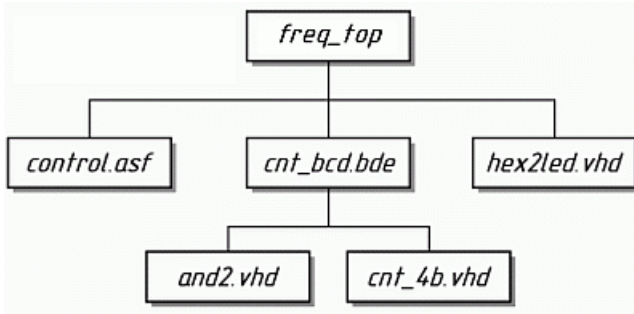

Рисунок 1.1 – Ієрархічна організація опису частотоміру
- вимірювальний блок **freq_top**, що містить вищезазначені елементи (рис.1.1).